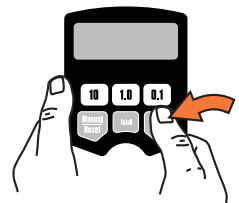

FIG. 26
- c. Appuyer, puis maintenir, la touche *Auto/Réinitialier* pour afficher à nouveau le Menu d'étalonnage (FIG. 26, page 18). Quand ce menu est affiché la touche CAL clignotera sur l'écran.
Étalonnage (FIG. 26)